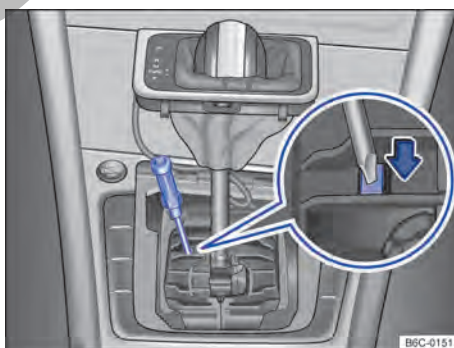

Fig. 92 Desinstalar la cubierta de la palanca selectora y desbloquear el bloqueo de la palanca selectora de emergencia.
- Con ayuda de un destornillador presionar cuidadosamente la palanca de desbloqueo en la dirección de la flecha y mantenerla en esa posición → fig. 92.